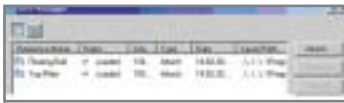

Рис. 16. Диалоговое окно *Xref Manager*
1. Вставляется внешняя ссылка на файл чертежа, из которого вставляется вид (предварительно чертеж должен быть виден на закладке *Resource drawings*). На рис. 16 показано диалоговое окно *Xref Manager* (Диспетчер внешних ссылок), в котором отображаются вставленные внешние ссылки.